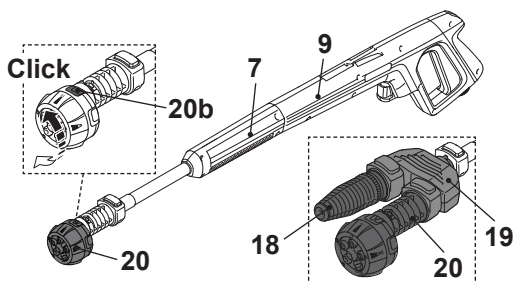

Fig. 9
1. Conecte a lança de extensão (7) para a pistola pulverizadora (9) (Fig. 9).
2. Conecte o bico 5 em 1 (20) na lança de extensão.